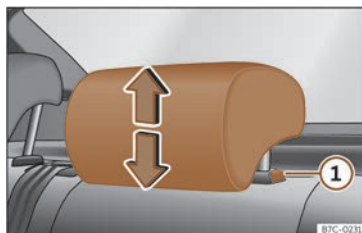

Fig. 98 Repousacabezas traseiro: axuste do repousacabezas.
- Agarre o repousacabezas coas dúas mans polos lados e puxe cara arriba ata que encaixe na posición desexada. Para baixalo, faga a mesma acción, premendo o botón lateral ① >>> **fig. 98**.